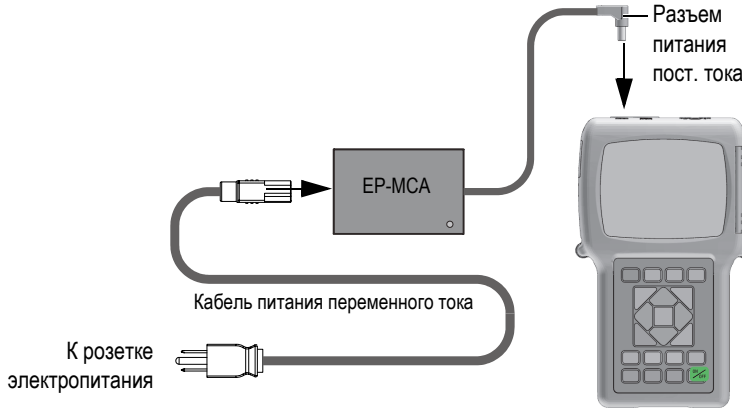

Рис. 2-2 Подключение зарядного устройства/адаптера
1. Подключите кабель переменного тока к зарядному устройству/адаптеру (Арт.: EP-MCA [U8767042]) и к соответствующей розетке питания (см. Рис. 2-2 на стр. 28).